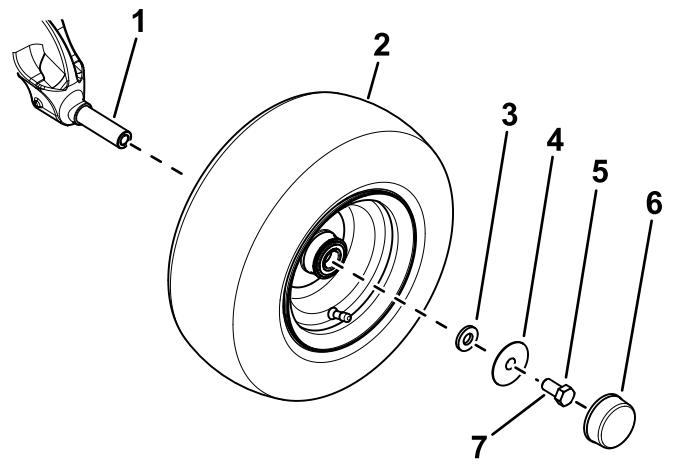

Figure 3
- D. Placez le couvre-moyeu sur la roue (Figure 3).
- B. Utilisez une petite rondelle, une grande rondelle et un boulon ($\frac{5}{8}$ " x 1 $\frac{1}{4}$) pour fixer la roue sur le pivot de fusée (Figure 3).